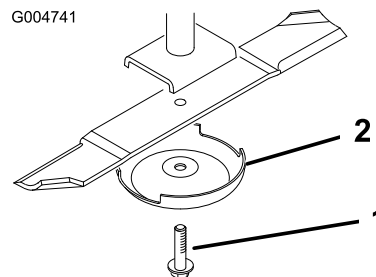

Figura 84
2. Afferrate l'estremità della lama con un cencio o un guanto bene imbottito. Togliete il bullone, la coppa antistrappo e la lama dall'asse del fusello (Figura 84).